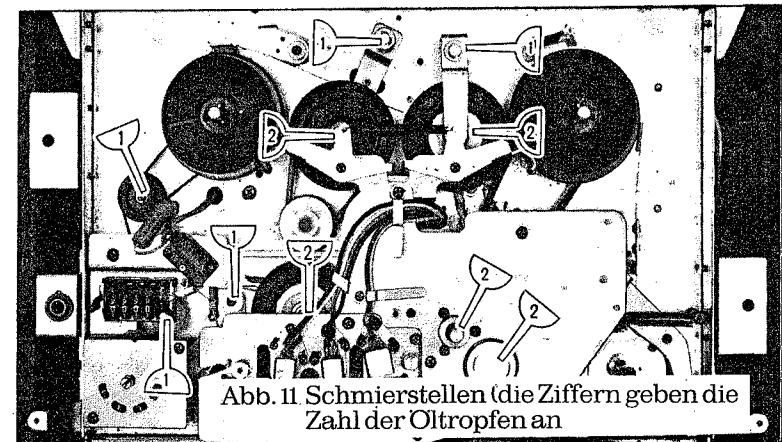

Abb.11 Schmierstellen (die Ziffern geben die Zahl der Oltropfen an)
- (b) An die in Abb. 11 bezeichneten Stellen werden ein bis zwei Tropfen Öl gebracht. Ein Überschuß an Öl ist in jedem Falle zu vermeiden, da dieser meist mehr Ärger verursacht als eine ungenügende Schmierung. Eine jährliche Schmierung ist völlig ausreichend.